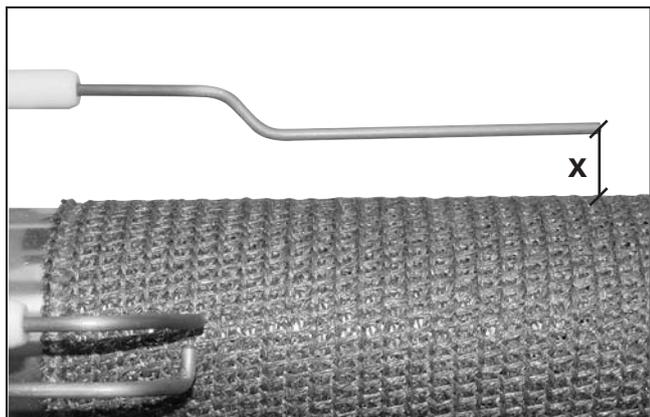

Рис. 17
**X = от 10 до 15 мм** (см. рис. 17)